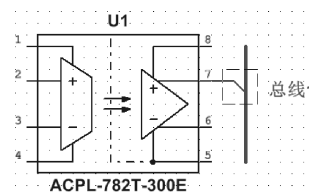

图 4-37 添加连接
2) 此时，从引脚引出的连线自动分配给总线，相交处自动添加一小段斜线，如图 4-37 所示。